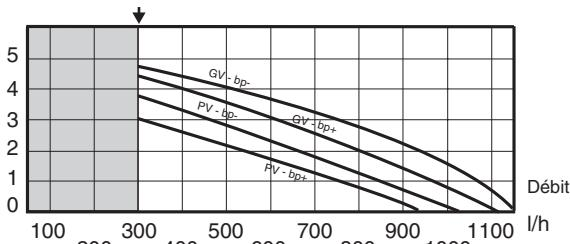

Abb. 15
- **GV**, (schnell), Kennlinien Abb. 15, (Fabrikeinstellung).
Der Heizkessel ist mit einem einstellbaren By-Pass bestückt, mit dem der Durchfluss des Heizungskreislaufs den jeweiligen Gegebenheiten der Installation angepasst werden kann. Die Einstellung erfolgt mithilfe der Schraube **D** unter der Armaturenhalterung (Abb.14) (zum Öffnen aufschrauben), damit die verfügbare manometrische Höhe den Spannungsverlusten der Installation angepasst werden kann, wie in den Diagrammen **GV** oder **PV** (Abb. 15 oder 16) angegeben.